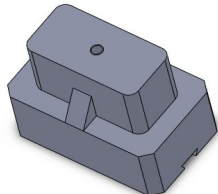

图 4-125 完成的零件
(6) 至此，这个范例就完成了，最后完成的零件如图 4-125 所示。单击【保存】按钮或选择【文件】|【保存】菜单命令完成保存。